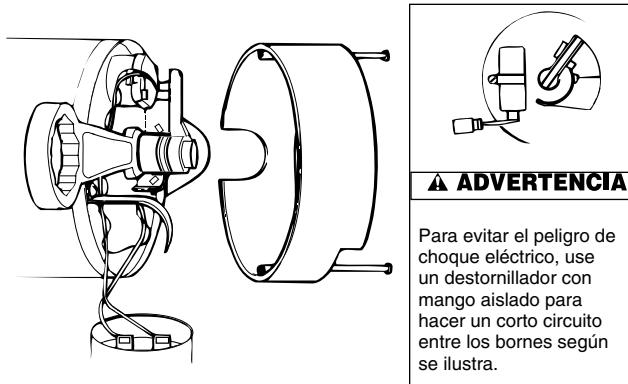

Figura 21 – Sostener el eje
2. Si es necesario reemplazar el impulsor, afloje los dos tornillos para metales y retire el techo del motor (consulte la Figura 21).
3. **ADVERTENCIA** **La tensión del capacitor puede ser peligrosa.** Para descargar el capacitor, sostenga el destornillador con mango aislado **POR EL MANGO** y una los bornes del capacitor para provocar un corto circuito (consulte la Figura 21). No toque la hoja metálica del destornillador ni los bornes del capacitor. En caso de duda, consulte a un electricista certificado.